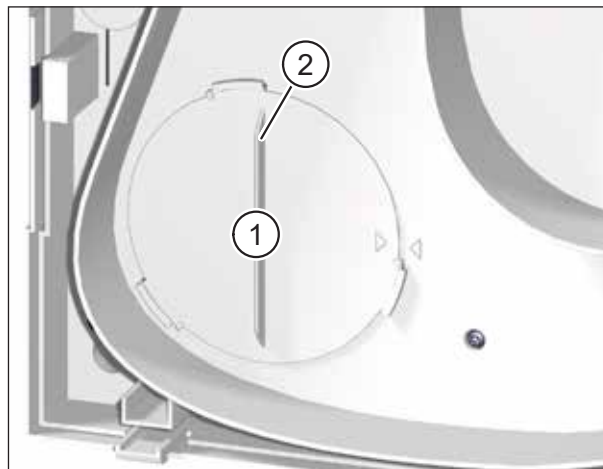

Fig. 7 : Enlever le filtre d'air neuf, nettoyer le couvercle du filtre
- ▶ Tournez le couvercle du filtre (pos. 1 dans Fig. 7) sur la poignée (pos. 2 dans Fig. 7) dans le sens inverse des aiguilles d'une montre, jusqu'à ce que le couvercle du filtre se détache des supports.
- ▶ Vérifiez la position du couvercle du filtre. Il faut que la poignée soit en position verticale et que la flèche sur l'anneau du filtre soit alignée avec la flèche de la position d'arrêt (voir Fig. 7 à la page 13).